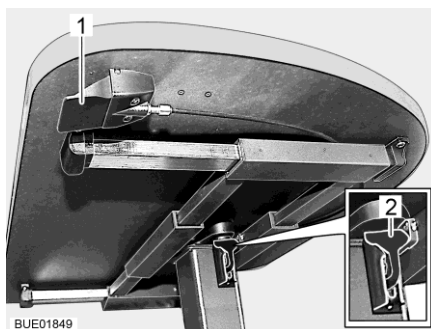

Fig. 54 Mesa elevadora con botón de desbloqueo
- Tirar o presionar hacia abajo la palanca de bloqueo (Fig. 54,2).
- Empujar la palanca de bloqueo (Fig. 54,2) hacia arriba.
- Pulsar y mantener pulsado el botón de desbloqueo (Fig. 54,1). El tablero de la mesa se desplaza automáticamente hacia arriba hasta el tope final.
- Soltar el botón de desbloqueo (Fig. 54,1). El tablero de la mesa permanecerá en la posición seleccionada.
- Pulsar y mantener pulsado el botón de desbloqueo (Fig. 54,1).
- Soltar el botón de desbloqueo (Fig. 54,1). El tablero de la mesa se quedará en la posición más baja.